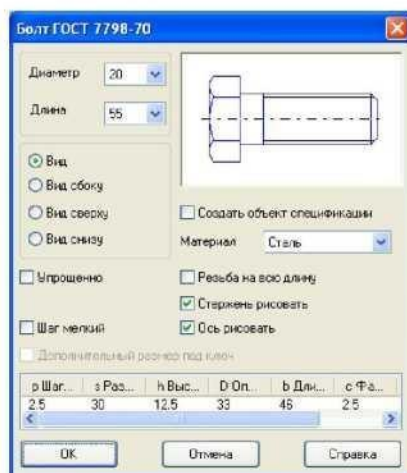

Рис. 4.
7. Откроется окно добавления чертежа болта. Нажмите ОК (рис. 4).